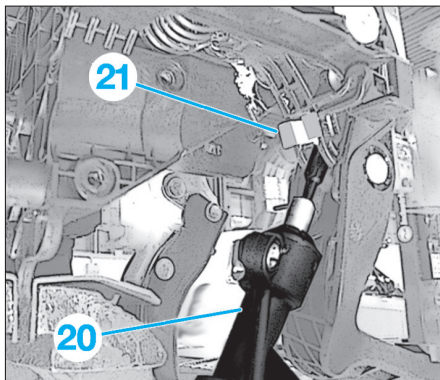

Fig. 15
- Ouvrir l'agrafe (21) et déposer le cylindre émetteur (20) de la pédale d'embrayage (Fig.15).